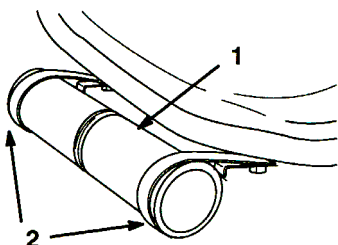

図7
2. 今はずしたキャップスクリューと平ワッシャで、筒を座席左側に仮止めする (図7)。
3. マニュアルを筒の中に入れ、キャップをしっかり締め、キャップスクリューを本締めする (図7)。キャップスクリューを締める。